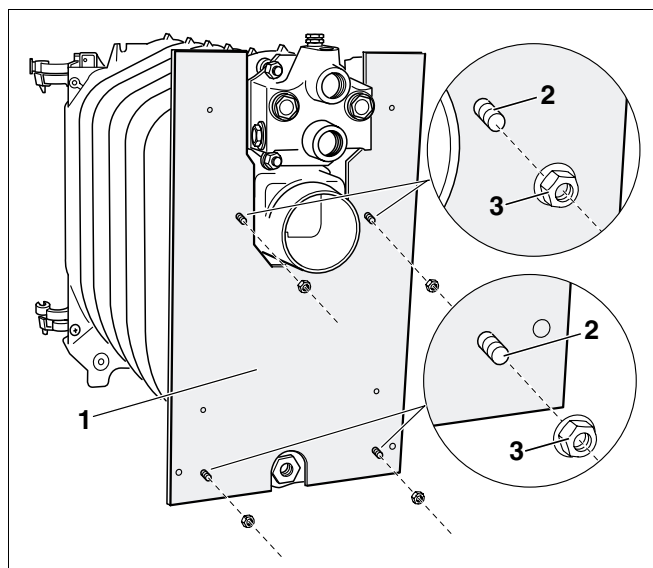

Fig. 40 Montarea peretelui din spate al cazanului
- Peretele din spate al cazanului se fixează (Fig. 40, **Poz. 1**) cu știfturile filetate și distanțiere (Fig. 40, **Poz. 2**) prin piulițele aferente (Fig. 40, **Poz. 3**).